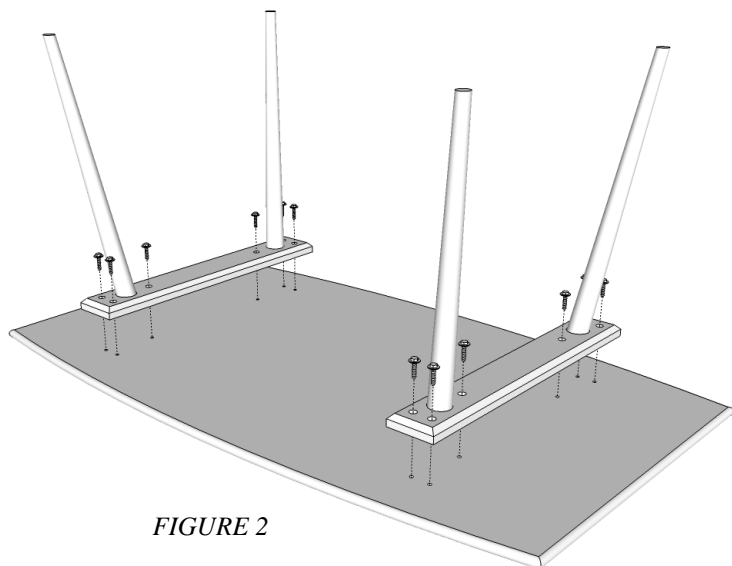

FIGURE 2
- 3) USE THE **BLACK LAG BOLTS** TO ATTACH THE LEG ASSEMBLY TO THE TABLE TOP (SEE *FIGURE 2*).